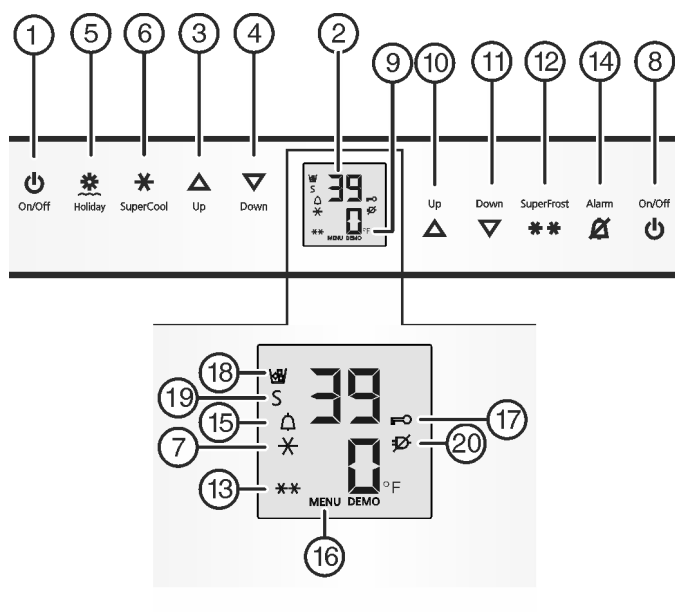

Fig. 3
- Pulse la tecla On/Off del compartimiento congelador Fig. 3 (8).
- Pulse la tecla On/Off del compartimiento congelador Fig. 3 (1).
- ▶ Activación del modo de ajuste: pulse la tecla SuperFrost Fig. 3 (12) durante 5 seg. aproximadamente.
- ▷ El símbolo de menú Fig. 3 (16) se ilumina.
- ▶ Utilice la tecla de ajuste Up del compartimiento congelador Fig. 3 (10) / la tecla de ajuste Down del compartimiento congelador Fig. 3 (11) para seleccionar °.
- ▶ Confirmación: Pulse la tecla SuperFrost Fig. 3 (12) brevemente.
- ▶ Utilice la tecla de ajuste Up del compartimiento congelador Fig. 3 (10) / la tecla de ajuste Down del compartimiento congelador Fig. 3 (11) para seleccionar °F o °C.
- ▶ Desactivación del modo de ajuste: Pulse la tecla On/Off Fig. 3 (8) del compartimiento congelador.
- ▶ Activar el modo de ajuste: pulse la tecla SuperFrost Fig. 3 (12) durante aprox. 5 s.
- ▶ Con la tecla de ajuste Up del compartimiento congelador Fig. 3 (10) o la tecla de ajuste Down del compartimiento congelador Fig. 3 (11), seleccione **5**.
- ▶ Pulse brevemente la tecla SuperFrost Fig. 3 (12) para confirmar.
- ▶ Para activar el bloqueo contra la manipulación por niños, pulse brevemente la tecla SuperFrost Fig. 3 (12).
- ▷ El símbolo del bloqueo contra la manipulación por niños Fig. 3 (17) se ilumina. En el indicador parpadea **5**.
- ▶ Para desactivar el bloqueo contra la manipulación por niños, pulse brevemente la tecla SuperFrost Fig. 3 (12).
- ▷ El símbolo del bloqueo contra la manipulación por niños Fig. 3 (17) se apaga. En el indicador parpadea **5**.
- ▶ Desactivar el modo de ajuste: pulse la tecla On/Off del compartimiento congelador Fig. 3 (8).
- ▶ Pulse la tecla Alarm Fig. 3 (14).
Simultáneamente, parpadea la indicación de temperatura y el símbolo de alarma Fig. 3 (15).
El tono de aviso se desactiva automáticamente, el símbolo de alarma Fig. 3 (15) se apaga y la indicación de temperatura deja de parpadear cuando la temperatura vuelve a descender lo suficiente.